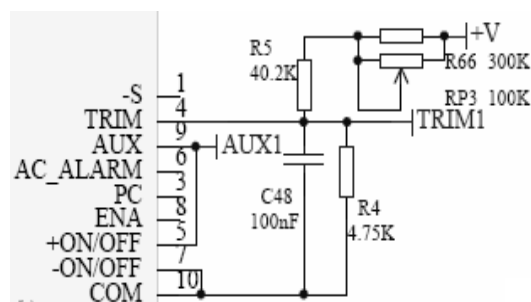

图14 输出电压上下调电路
- (2) 通过更改图14中RP3电位器进行对输出电压进行上下调。RP3的阻值减小，输出电压增大，RP3的阻值增大，输出电压减小，可调电压输出范围为22V-31V（可见图15）。
- (3) 当运用中需要多个FAR-L100028SFG-A电源恒流充电功能并联使用，可单个恒流充电电路连接后，将各个单机的输出的正接连在一起、输出负连在一起即可。